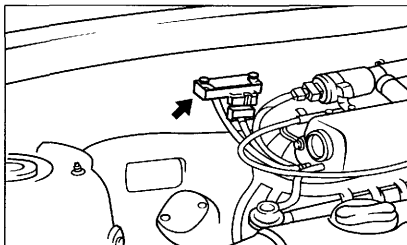

Рис. 5. Датчик абсолютного давления в трубопроводе
– датчик абсолютного давления в трубопроводе (датчик МАР) (рис. 5) – это кремниевый кристалл, на поверхности которого сформирован мостик сопротивлений. Ток через мостик изменяется под действием деформаций (пьезорезистивный эффект), вызванных изменением давления. Этот ток усиливается и вводится температурная компенсация. Датчик измеряет изменение давления во впускном трубопроводе, которое зависит от изменения нагрузки двигателя и скорости автомобиля, и преобразует его в напряжение на выходе.